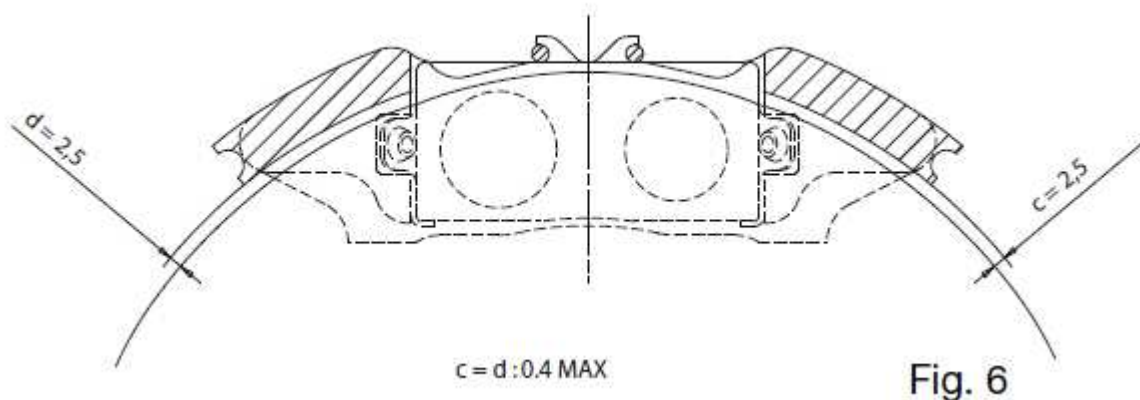

Fig. 6
f) Prostor mezi venkovním obvodem kotouče a můstkem třmenu musí být minimálně 2 mm s maximálním rozdílem mezi pravou a levou stranou nápravy do 0,4 mm. (viz obrázek Fig. 6).